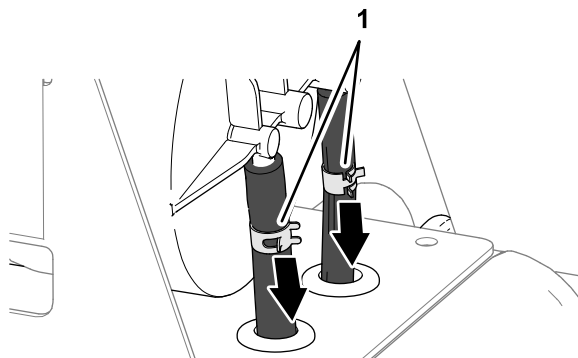

Рисунок 84
3. Ослабьте 2 шланговых хомута, которые крепят шланги к штуцерам бачка с активированным углем (Рисунок 84).